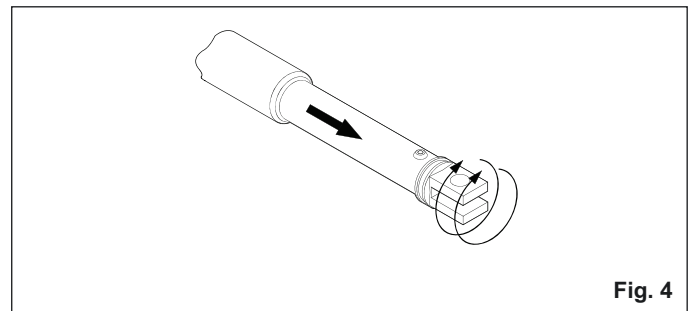

Fig. 4
4. Extrair completamente a haste até ao limite (fig. 4).
6. Dar duas voltas na haste do operador no sentido horário (fig. 4).